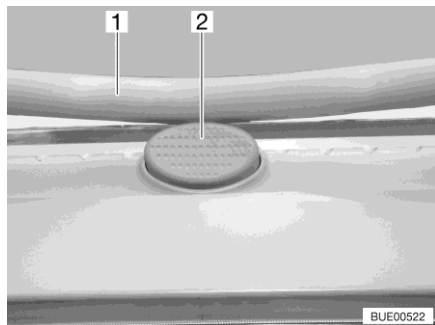

Bild 87 Sicherungsknopf (Heki-Dachhaube)
- Den Sicherungsknopf (Bild 87,2) drücken und den Bügel (Bild 87,1) mit beiden Händen nach unten ziehen.
- Den Bügel mit beiden Händen nach oben drücken, bis der Bügel oberhalb des Sicherungsknopfes (Bild 87,2) liegt.